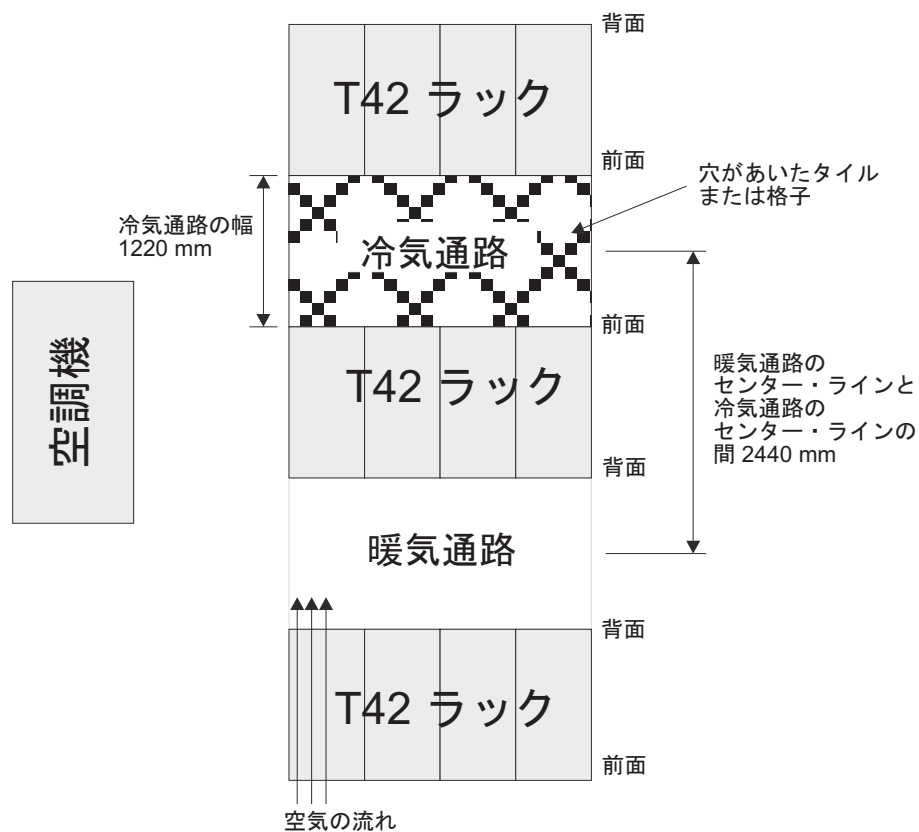

図 10. 冷氣通路/暖気通路ラック構成の例
- 空気はラックの前面から入り、背面から出るようにすること。ラックから出る空気が、別の装置の取り入れ口に入らないようにするために、ラックを、背面と背面、あるいは前面と前面を合わせるようにして交互の列に配置する必要があります。この配置方法は「冷気通路/暖気通路」と呼ばれ、31 ページの図 10 にその図を示しました。